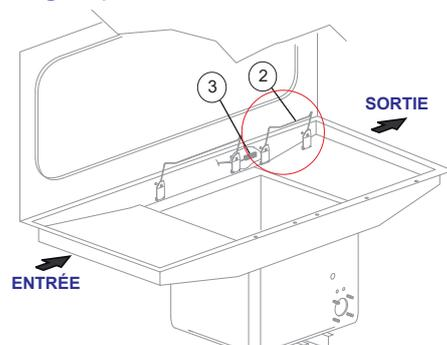

fig. 17
**Reconnecter le capteur 3 dans sa position de contact, en faisons BEAUCOUP D'ATTENTION de le repositionner de la même faisons et dans la même position, dont il était installer en précédence (voir fig. 17).**